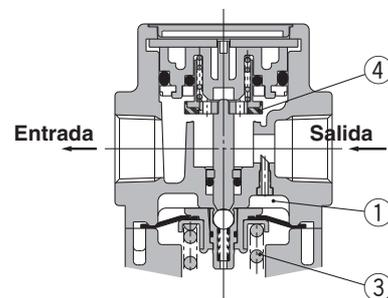

Figura 2 Flujo inverso
Cuando la presión de entrada supera la presión de regulación, la válvula antirretorno ② se cierra y funciona como un regulador normal (figura 1). Cuando la presión de entrada se cierra y se evacua, la válvula antirretorno ② se abre y la presión de la cámara del diafragma ① se evacua hacia el lado de entrada (figura 2). Esto hace descender la presión en la cámara de diafragma ① y la fuerza generada por el muelle del regulador de presión ③ hace ascender el diafragma. La válvula ④ se abre a través del vástago y la presión de salida se descarga hacia el lado de entrada (figura 2).